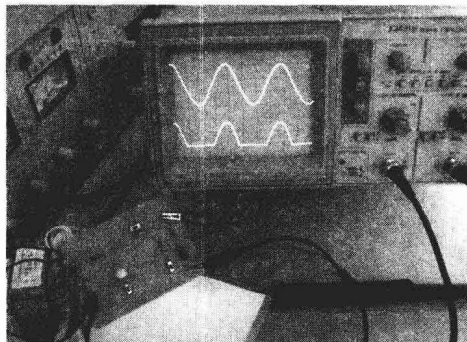
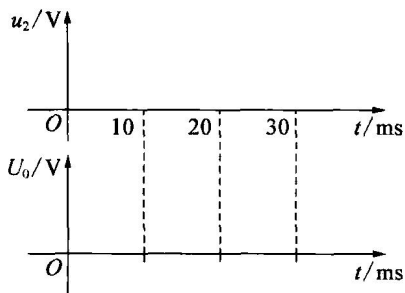

图 1-1-13 半波整流电路测试
图 1-1-14 半波整流电路测试波形图记录
- ④ 用双踪示波器测试电路输入电压  $u_2$  和输出电压  $u_0$  的波形,如图 1-1-13 所示。将实际显示波形描录于图 1-1-14 中。